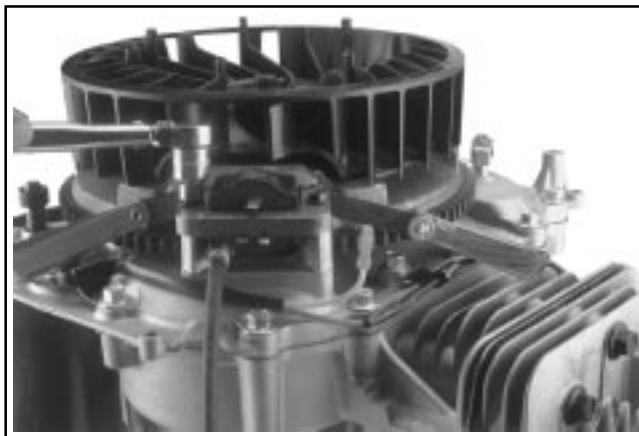

Figure 10-49. Réglage de l'intervalle.
3. Insérer un calibre plat de **0,25 mm (0,010 in.)** entre le module d'allumage et l'aimant. Voir la Figure 10-49. Desserrer les vis pour que l'aimant pousse le module contre le calibre.